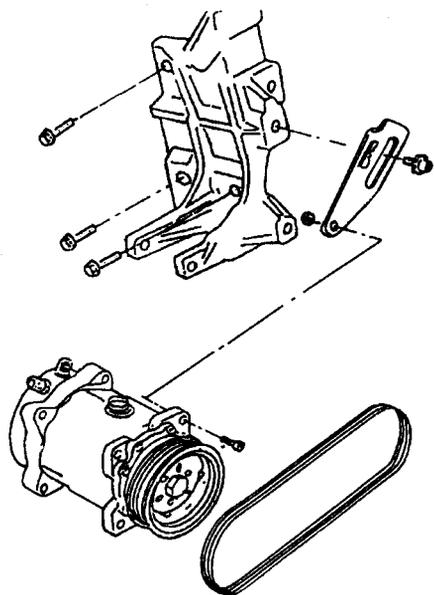

图 1-6 空调压缩机的 V 带
18) 松开空调压缩机与支架的连接螺栓,取下 V 带,如图 1-6 所示。